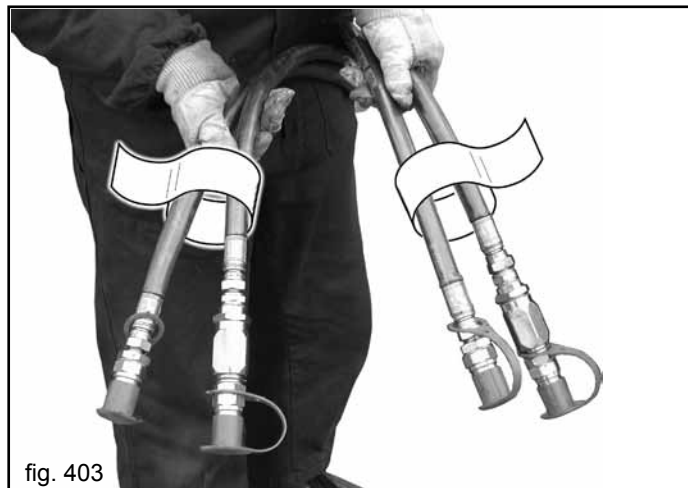

fig. 403
- 4) Forbind de hydrauliske slanger korrekt til traktorens fordelere ved at følge anvisningerne på hver slange (Fig. 403).